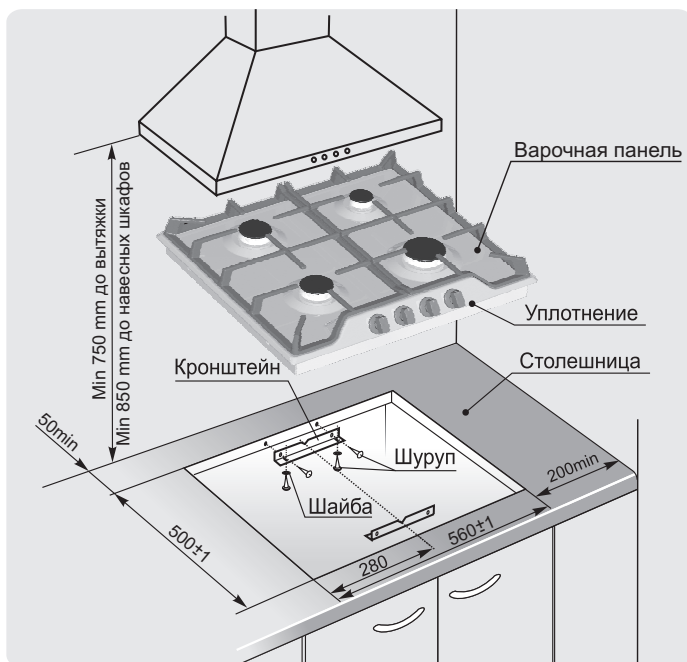

Рис. 4 МОДЕЛЬ ПВГ 1212; -01
1. Точно разметить на столешнице контур проема под варочную панель в соответствии с рис. 4, 5.